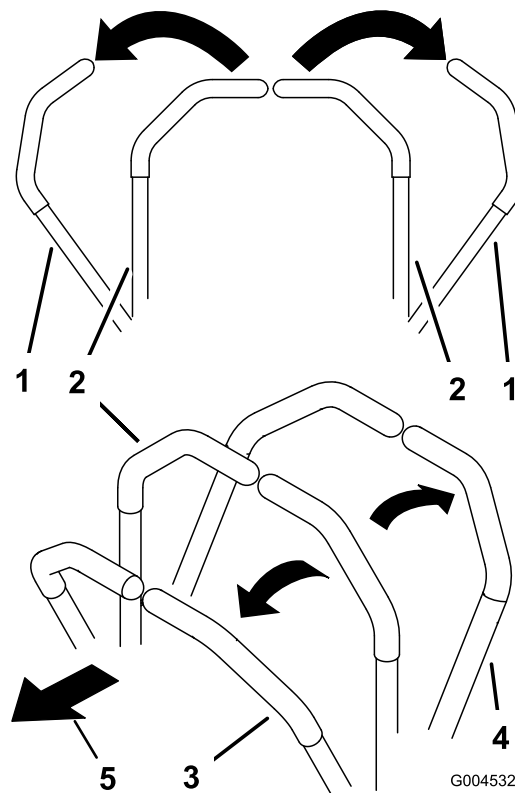

Figura 21
1. Mova todos os manípulos de controlo para a posição bloqueado em ponto morto (**Figura 21**).